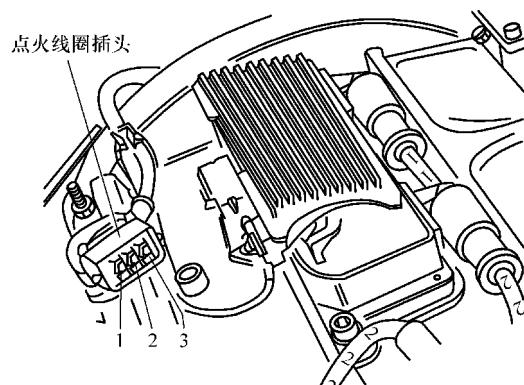

图 4-31 点火线圈插头
3) 如图 4-31 所示, 使用万用表测量点火线圈的 3 号端子与发动机搭铁之间的电压。当打开点火开关时, 电压应为蓄电池电压。如果正常, 应进行下一步检测; 如果不正常, 说明点火线圈的电源出现断路、短路或点火线圈熔丝熔断的故障, 应将其排除。